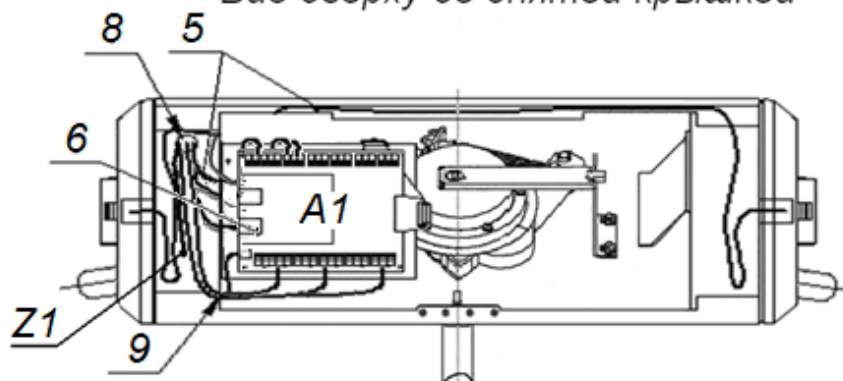

Рисунок 14. Схема прокладки кабелей в стойке ЭП
6. Подготовьте в полу отверстия под гильзы анкеров для крепления стойки ЭП. Установку и крепление стойки производите после прокладки всех кабелей в кабельном канале и внутри стойки. Схема прокладки кабелей в стойке и места расположения отверстий, в которые следует установить изоляционные втулки из комплекта поставки, показаны на рис. 14.
10. Протяните кабели внутри стойки. Рекомендуемое расположение кабелей при прокладке внутри стойки показано на рис. 14.
16. Выполните заземление стойки ЭП в соответствии с требованиями ПУЭ («Правила устройства электроустановок»). Контакт заземления **Z** находится под крышкой стойки (3), слева от плат контроллера (см. рис. 14).
17. Проверьте правильность и надежность всех электрических подключений. При помощи площадок самоклеящихся и стяжек неоткрывающихся из комплекта поставки закрепите все кабели. После подключения всех кабелей и закрепления стойки на полу установите на место крышку (3) (см. разд. 6). Закройте заглушками Ø30 мм из комплекта поставки четыре отверстия для анкерных болтов в основании (2) и вспомогательное отверстие для подводки кабелей в нижней части каркаса (1) (если оно не используется).
18. Для установки в рабочее положение преграждающих планок снимите с поворотного механизма крышку (6), отвернув винт М4×25. Отверните болт М8×30, установленный на преграждающей планке (5). Установите преграждающую планку в соответствующее посадочное место и зафиксируйте болтом. Под головку болта установите пружинную шайбу. Затяжка болтов должна обеспечивать надежную фиксацию преграждающей планки (без люфта). Повторите операции при установке остальных преграждающих планок. Установите на место крышку (6) согласно рекомендациям разд. 6.